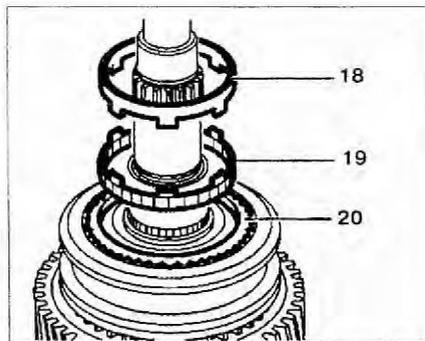

Рис. 4.31. Снимите конусные кольца 20 и 18 и внутреннее кольцо 19 синхронизатора.
11. Снимите конусные кольца 20 и 18 и внутреннее кольцо 19 синхронизатора (рис. 4.31).